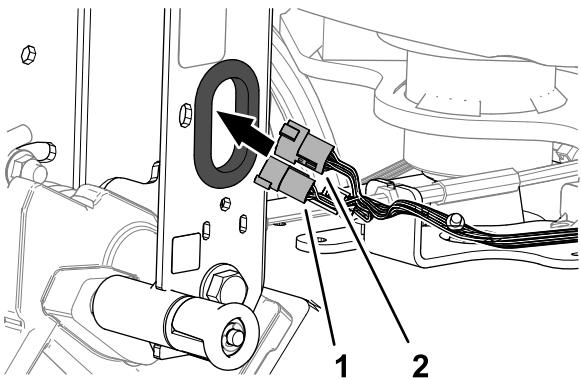

Figure 8
- Faites passer le connecteur à 6 broches et le connecteur à 12 broches de la machine dans le passe-câble du profilé du timon (Figure 8).